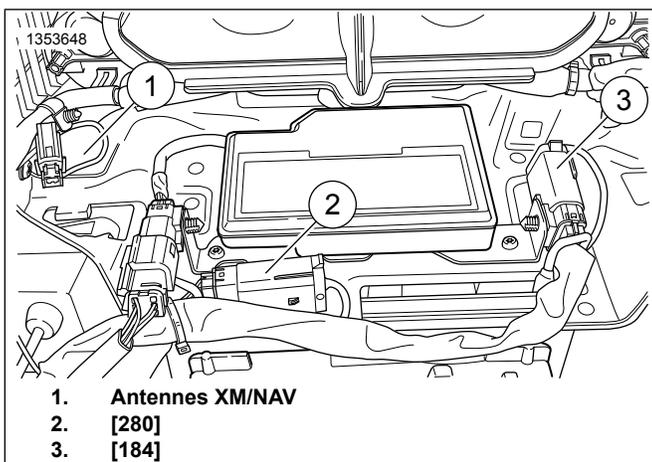

Figure 9. Déplacement du connecteur
3. Voir la Figure 9. Insérez le connecteur [184] et les ancrages du connecteur [280] dans le support de l'amplificateur et, le cas échéant, positionnez les antennes SiriusXM et NAV.